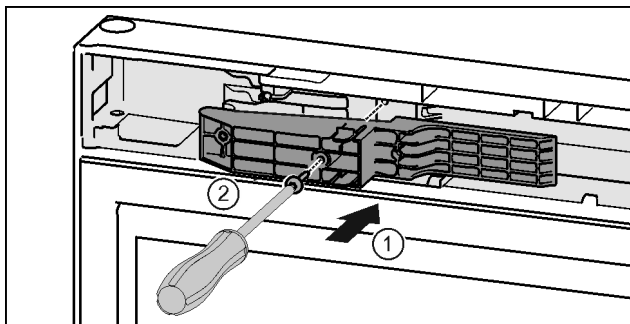

Fig. 48 *
- ▶ Rankenos pusėje įstatykite adapterį į angą. Fig. 48 (1)*
- ▶ Tvirtai prisukite varžtus atsuktuvu T15. Fig. 48 (2)*